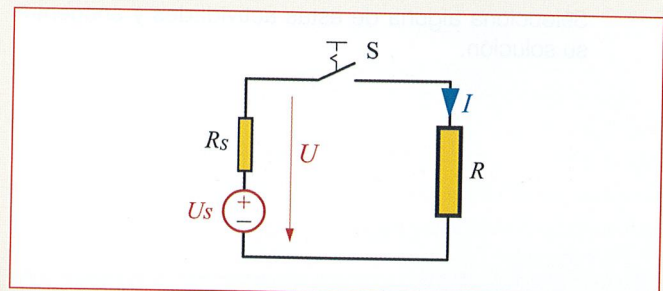

Figura 13.44.
13.5. En la Figura 13.44 se muestra una fuente ideal de tensión continua U_s en serie con una resistencia R_s , conectada a una carga resistiva R , a través del interruptor S . Se ha medido la tensión U con el interruptor abierto y resulta ser 10 V. A continuación, se ha cerrado el interruptor. En estas condiciones, la tensión U resulta 8 V y la intensidad I resulta 10 A. Halla: